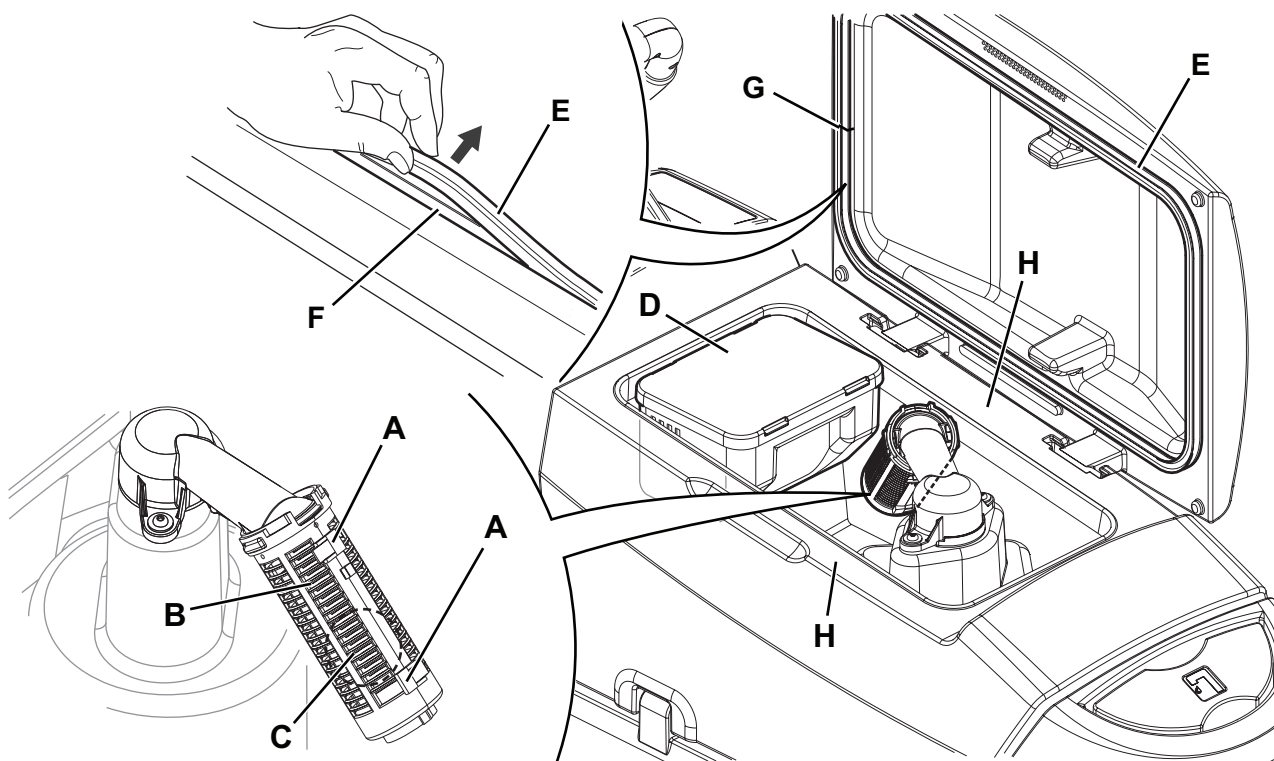

Figure 8
2. S'assurer que la machine est éteinte et (si présente) avec la clé de contact (41) retirée.
3. Vider l'eau du réservoir avec le tuyau (12).
4. Ouvrir le couvercle (34).
5. Nettoyer et laver avec de l'eau propre l'intérieur du réservoir (33) et du couvercle.
6. Nettoyer la grille d'aspiration (31), dégager les dispositifs de retenue (A, Fig. 8), ouvrir la grille (B), récupérer le flotteur (C) et nettoyer soigneusement ; enfin reposer en place.
7. Démontez le bac de récupération des débris (D) et ouvrir son couvercle, puis nettoyer soigneusement et ré-installer le tuyau d'aspiration.
8. Contrôler l'intégrité du joint d'étanchéité (E) du couvercle du réservoir.